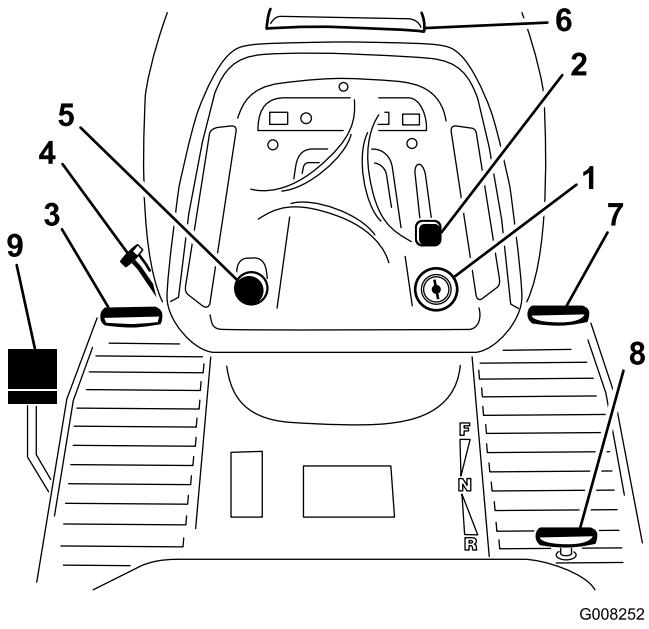

Figura 3
Prima di avviare il motore e di utilizzare la macchina, familiarizzatevi con i comandi (Figura 3).
1. Premete e tenete premuto il pedale del freno (Figura 3).
2. Girate in senso antiorario la leva del freno di stazionamento (Figura 3) ed alzate lentamente il piede dal pedale del freno.
1. Premete il pedale del freno (Figura 3).